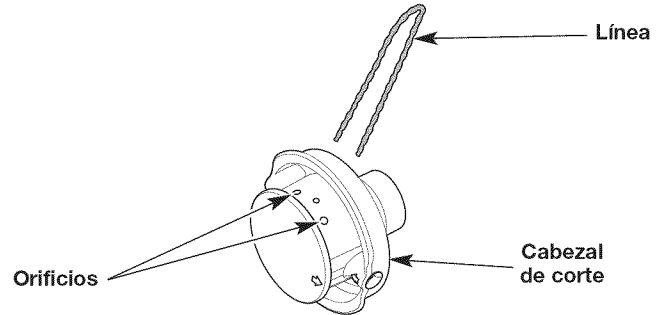
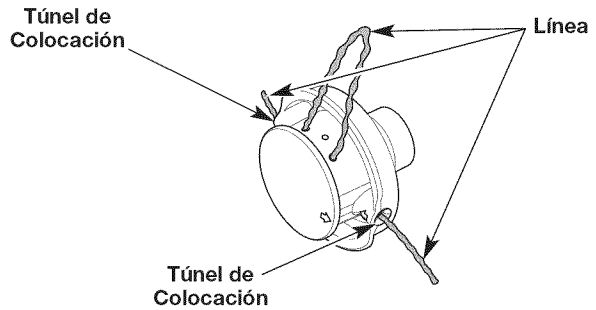

Fig. 13
Fig. 14
3. Inserte los extremos de la línea en los orificios grandes ubicados al costado del cabezal de corte (Fig. 13). Empuje la línea a través de los orificios hasta que ambos extremos salgan de los túneles de colocación (Fig. 14).